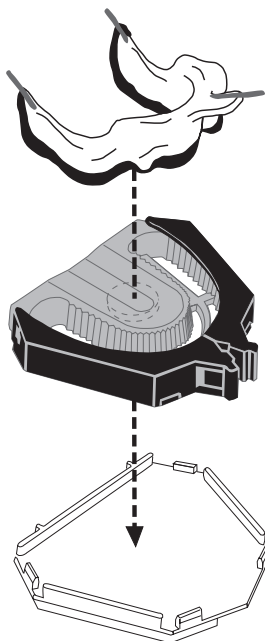

Fig. 1
5. Allineare i 3 segni di riferimento del portaimpronta con i segni di riferimento intermedi e posteriori dell'Accu-Trac (Fig. 1).